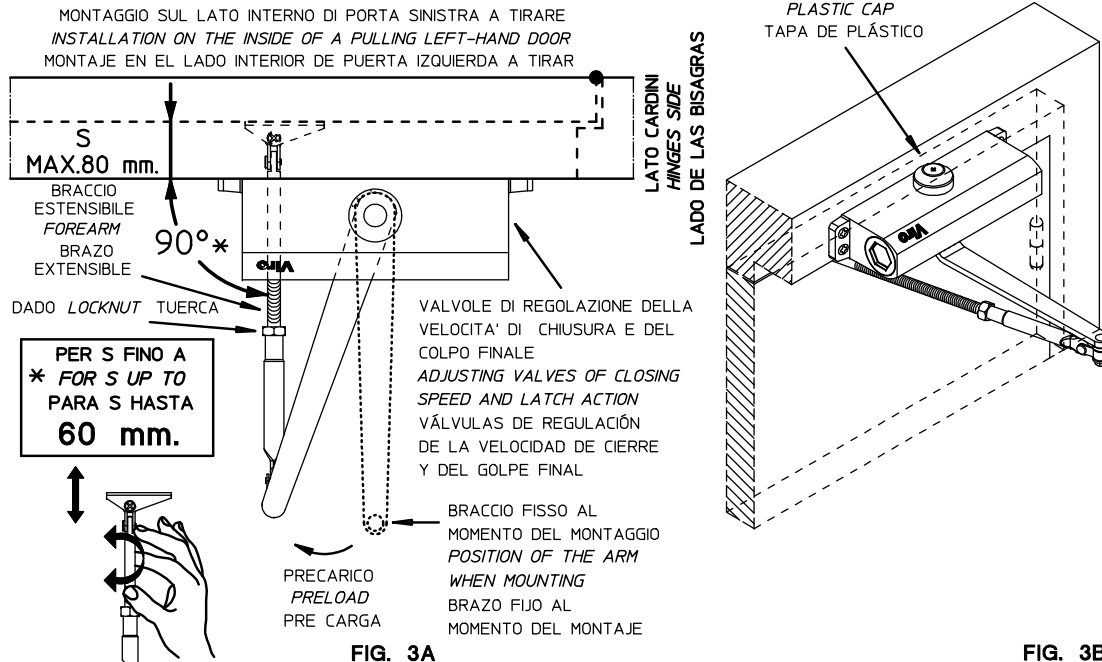

FIG. 3B
7. INSTALLARE A PRESSIONE IL COPERCHETTO DI PLASTICA NELLA PARTE INFERIORE DEL CHIUDIORTA (VEDI **FIG.3B**).
7. INSTALL THE PLASTIC CAP WITH PRESSURE OVER THE SPINDLE ON THE BOTTOM SIDE OF THE DOORCLOSER (SEE **FIG.3B**).